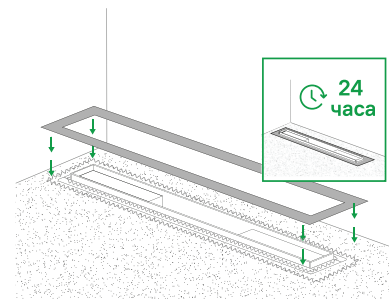

Рис. 7 / Сур-7
6. Приклейте и хорошо прижмите гидрополотно так, чтобы оно покрывало место соединения бетонной стяжки и лотка по всему периметру корпуса (рис. 7).